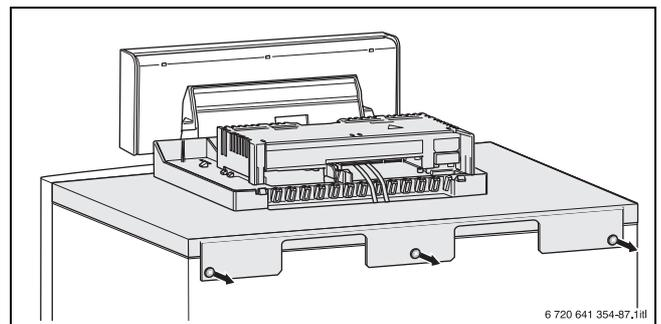

Fig. 18 Rimozione delle viti dal pannello posteriore
- ▶ Rimuovere le tre viti dal pannello posteriore (→ fig. 18).